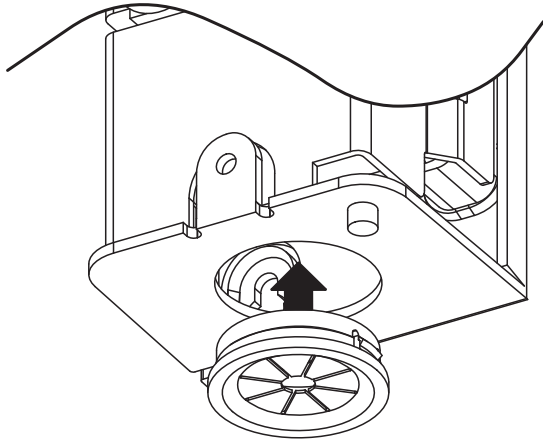

図11 グロメットの取付
付属のグロメットは『図11』に示す本体下側の配線接続口を使用します。シールコネクタやコンジットなどを使用できない場合は、グロメットを装着してください。端子への不用意な接触により、感電するおそれがあります。指などが入らないようにし、端子への不用意な接触による感電を防ぎます。
- (1) グロメットを対象の配線接続口へ『図11』で示す向きで差し込みます。